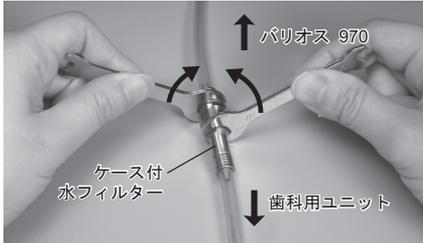

図40
- 2) スパナ (5 × 8) 2 枚をケース付水フィルターに掛け、矢印の方向に回します。(図 40)